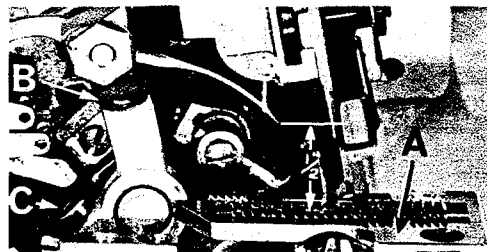

Fig. 3
Bei festgeschraubter Stichplatte (A) soll die Nadelspitze zentrisch im vorderen Teil des Stichloches einstecken. Bei Höchststellung der Nadel soll der Abstand von Nadelspitze bis Stichplatten-Oberfläche (A, Fig. 3)  $1/2'' = 12,7$  mm betragen für die Maschinen 39500 QA, QB, QP, QY, RF, RM, RS, SE, SG, SV, SW, TA, TD und TE. Und  $15/32'' = 11,9$  mm für Maschinen 39500 RA, RR, SF und TH. Zum Einstellen kann die Nadelhöhen-Einstellehre Teil Nr. G 21227 F benutzt werden. Zwecks Einstellung des Nadelhebels (B, Fig. 3) ist die Pratzschraube (C) zu lösen und der Nadelhebel radial oder axial je nach Erfordernis einzustellen. Alsdann ist die Stichplatte wieder zu entfernen.
With throat plate-assembled in position, needle should center in the front end of needle slot. When needle is at high position, needle point should be set  $1/2'' = 12,7$  mm above throat plate (A, Fig. 3) for Styles 39500 QA, QB, QP, QY, RF, RM, RS, SE, SG, SV, SW, TA, TD and TE. And  $15/32'' = 11,9$  mm for Styles 39500 RA, RR, SF and TH. To align needle or set the height above the throat plate, move needle driving arm (B, Fig. 3) by loosening clamp screw (C). After needle has been set properly, tighten screw (C) and remove throat plate.